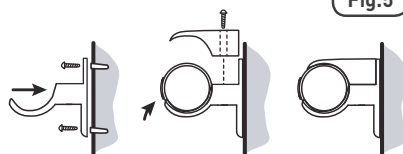

Fig. 5
- Una volta trovata una posizione idonea, avvitare al muro le due metà inferiori della staffa [Fig. 5]